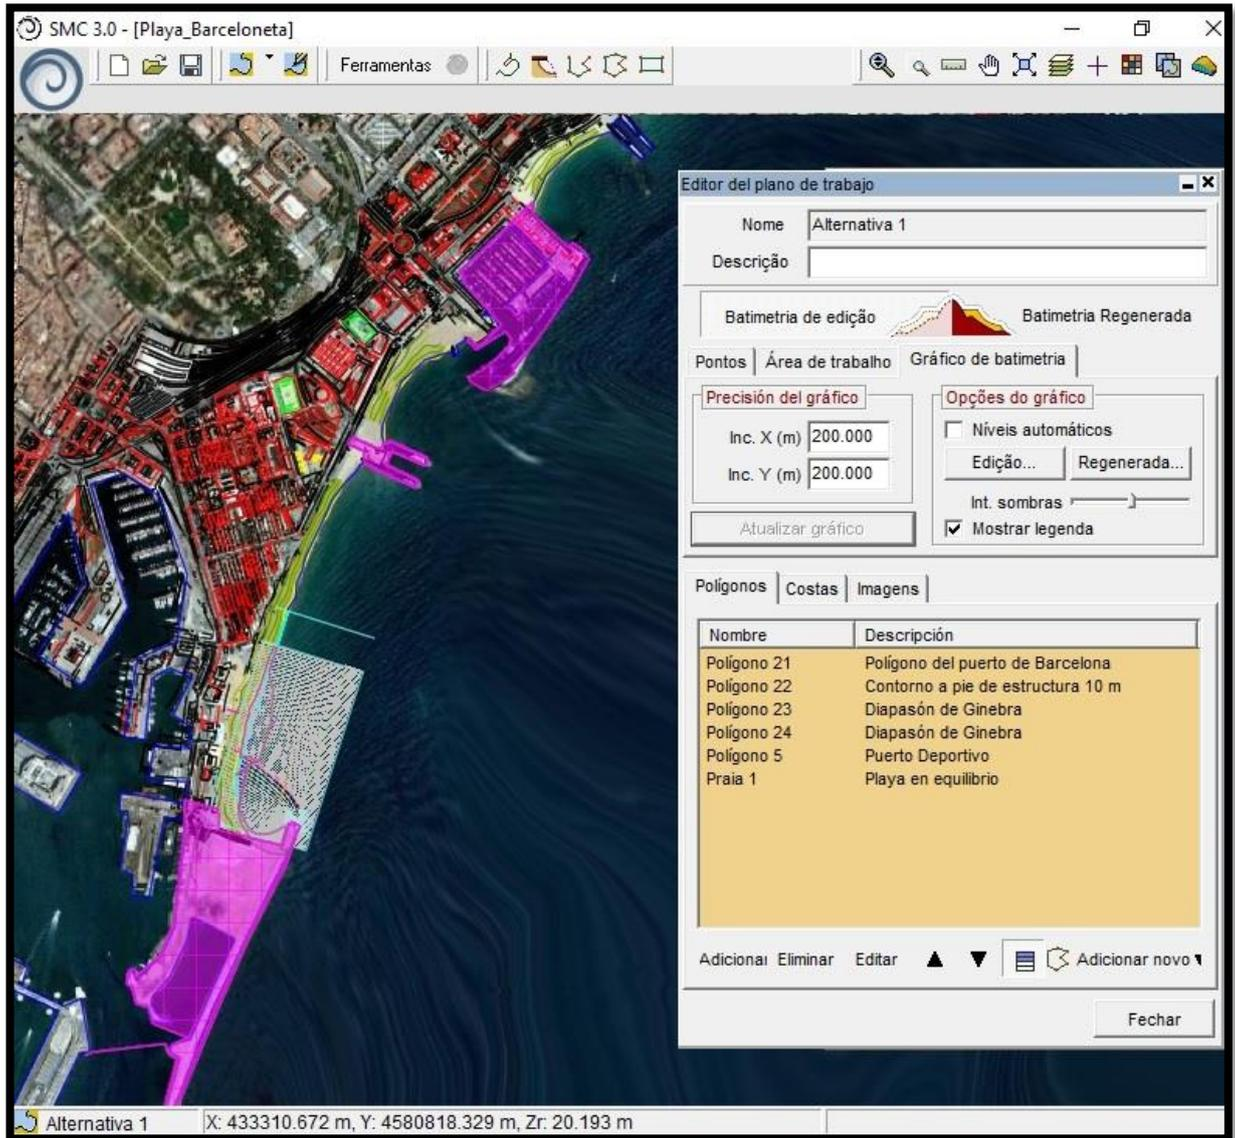

Figura 20 – Projeto “Playa de Barceloneta”.
- 3) Em seguida, abrir a ferramenta "Editor do plano de trabalho" (Figura 20).